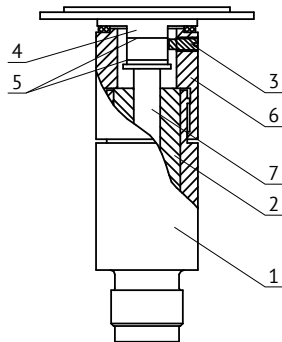

Рис. 5. Устройство ИПС для МП-6...МП-16.
6.3 Разберите ИПС, для чего: выкрутите стопорный винт и выньте поршень с грузоприёмным устройством, а затем цилиндр. В исполнении гайки 6 (Рис. 5, 6) без стопорного винта 3 необходимо ее открутить и осторожно снять вместе с поршнем и грузоприемным устройством. Далее извлеките цилиндр, а гайку снимите с поршня.
6.13 Смажьте поршень ИПС маслом, аккуратно подведите нижний конец поршня к отверстию в цилиндре и осторожно вставьте. В случае исполнения гайки без стопорного винта необходимо сначала поршень вставить в смещенное отверстие гайки 6, рис. 5, 6.